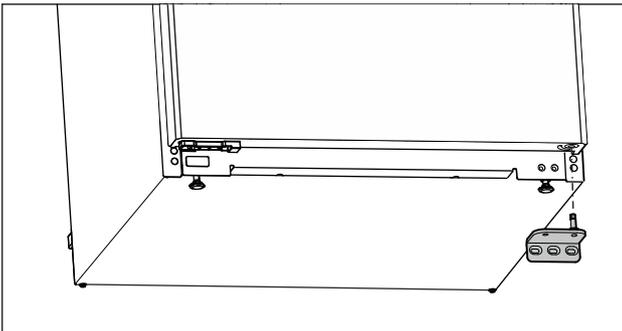

Fig. 13
- ▶ Lagerbock nach unten abnehmen. (siehe Fig. 13)